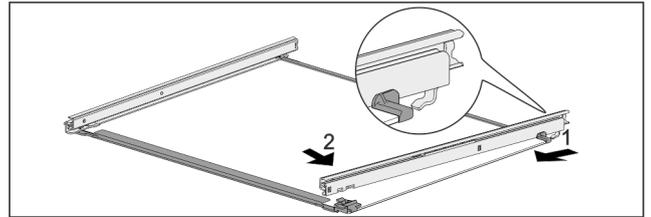

Fig. 125 Placa de vidrio con guías
- ▶ Enganche la guía por detrás Fig. 125 (1)
- ▶ Encastre la guía por delante Fig. 125 (2)